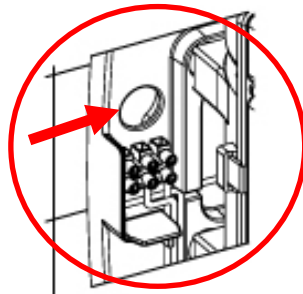

Figura 5
- Pasar los cables de alimentación procedentes de la red eléctrica a través del agujero de diámetro 0.87" (22 mm) que está situado sobre la regleta de conexión del aparato (Figura 5)